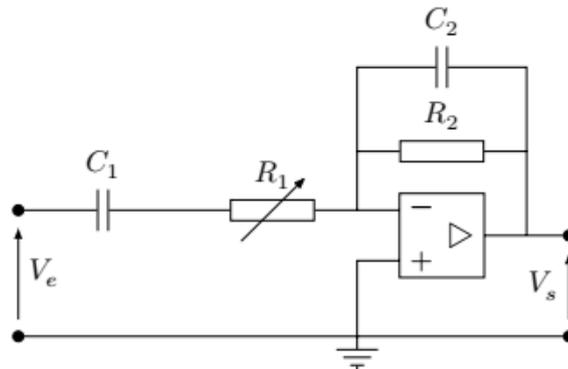

Figure 2
Intéressé par l'étude de cette lame piézoélectrique, M. Dubois cherche maintenant à voir si en appliquant une force excitatrice sinusoïdale sur la lame, il peut remonter à sa fréquence. Pour cela, il utilise le montage de la Figure 2.
**Q54.** Déterminer l'expression de la fonction de transfert du filtre de la figure 2 et la mettre sous la forme :